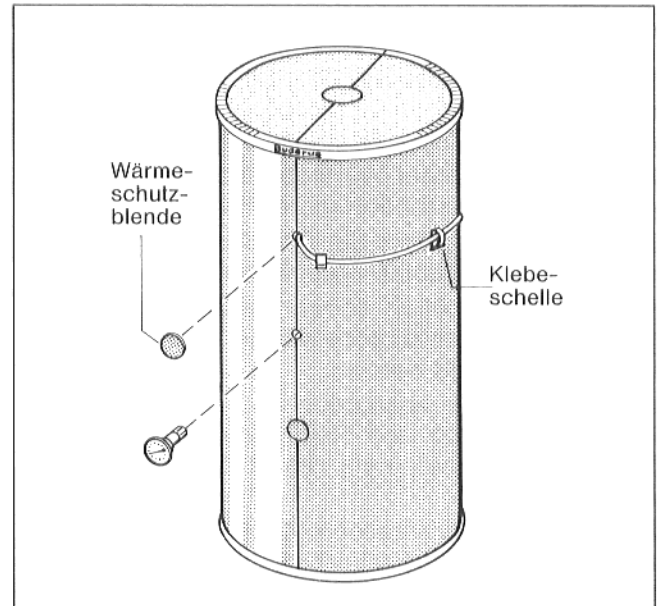

Abb. 11
- Fühlerleitungen sorgfältig in Klebeschellen verlegen (Abb. 11).
- Über die Tauchhülse ausbrüche selbstklebende Wärmeschutzblenden anbringen (Abb. 11).
Hinweis: Als Zubehör kann auch ein Thermometer in die Tauchhülse eingesetzt werden (Abb. 11).